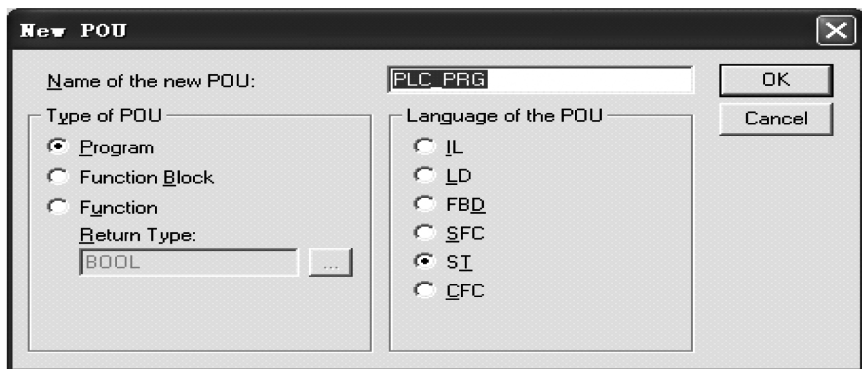

图 5-2 创建 PLC _ PRG
3) 创建 PLC _ PRG 并选择编程语言 ST，如图 5-2 所示。